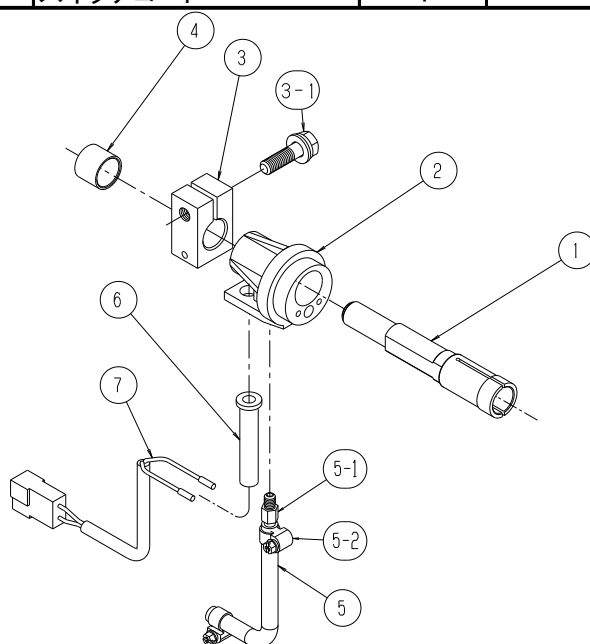

図6. セントラルアダプタ分解図
⑨ パーツリスト(つづき)
9. 6 セントラルアダプタ関係 (図6) CMA-7402形ワイヤ送給装置 (空冷形)